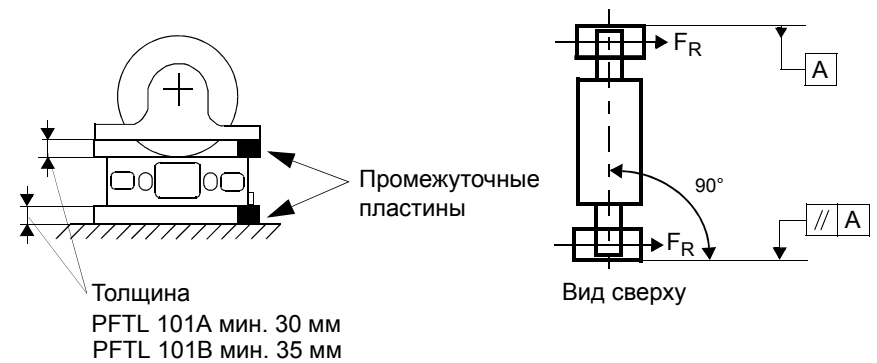

Рис. 15. Установка промежуточных пластин и совмещение мессдоз
Для PFTL 101A толщина промежуточных пластин должна быть не менее 30 мм, а для PFTL 101B — 35 мм, см. Рис. 15. Установка промежуточных пластин и совмещение мессдоз стр. 23
6. Отрегулируйте мессдозы таким образом, чтобы они были параллельны друг другу и соосны осевому направлению валка. Затяните винты основания, см. Рис. 15. Установка промежуточных пластин и совмещение мессдоз стр. 23.
7. Отрегулируйте валок таким образом, чтобы он был под прямым углом к продольному направлению мессдоз. Затяните винты верхней промежуточной пластины, см. Рис. 15. Установка промежуточных пластин и совмещение мессдоз стр. 23.